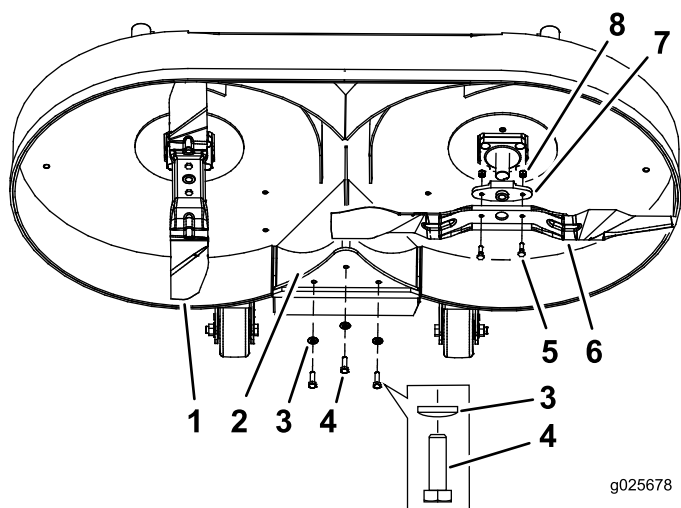

Figura 2
6. Instale el tapón de mulching en el orificio de descarga con 3 pernos (3/8 x 1 pulgadas) y 3 arandelas curvas (Figura 2).
Nota: La cuchilla roja se instala en el eje derecho de la caja de engranajes (Figura 2).